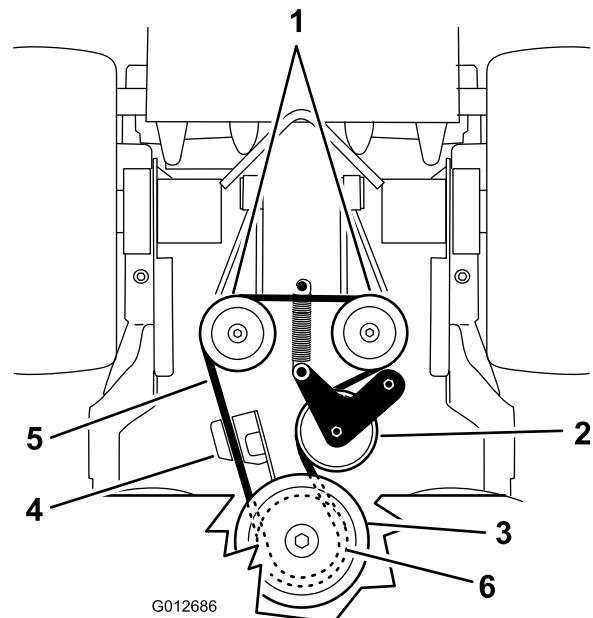

Figure 65
6. Déposez la courroie d'entraînement de la pompe (Figure 65).
8. Raccrochez le ressort au plancher moteur (Figure 65).
5. Décrochez le ressort du plancher moteur (Figure 65).